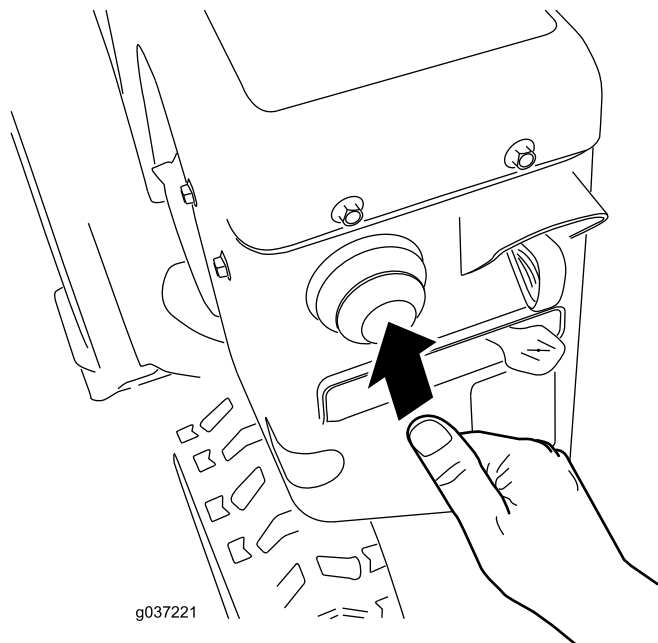

Bild 26
4. Drücken Sie mit dem Daumen kräftig auf die Kaltstarthilfe, siehe Tabelle unten, halten Sie die Kaltstarthilfe jeweils für eine Sekunde gedrückt (Bild 26).